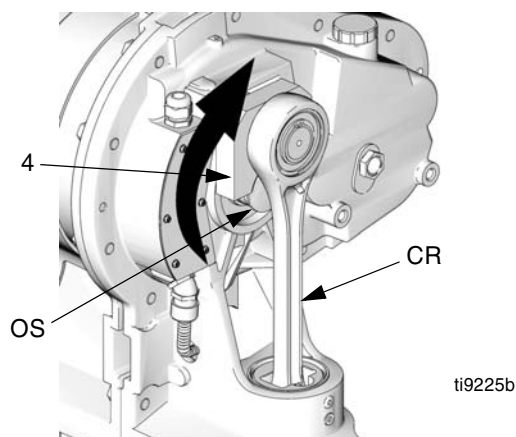

FIG. 7. Far girare il braccio di manovella
- f. Vedere FIG. 7. Far girare la manovella (4) per estrarla dall'albero di uscita (OS).